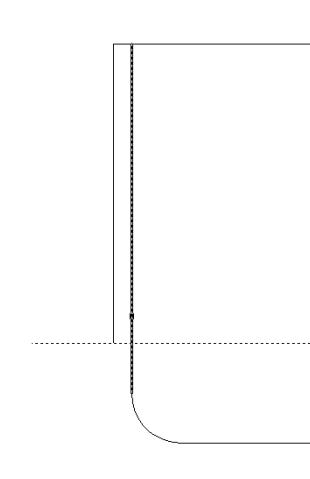

Рис. 4.36 ▼ Отсечение линии, обозначающей внутренний контур стенки тумбы системного блока
3. Обрежьте линию, обозначающую внутренний контур стенки тумбы системного блока, использовав в качестве секущей горизонтальную линию, обозначающую контур нижней полки, как показано на рис. 4.36. Эта операция относится как раз к разряду тех, смысл которых вы поймете чуть позже.